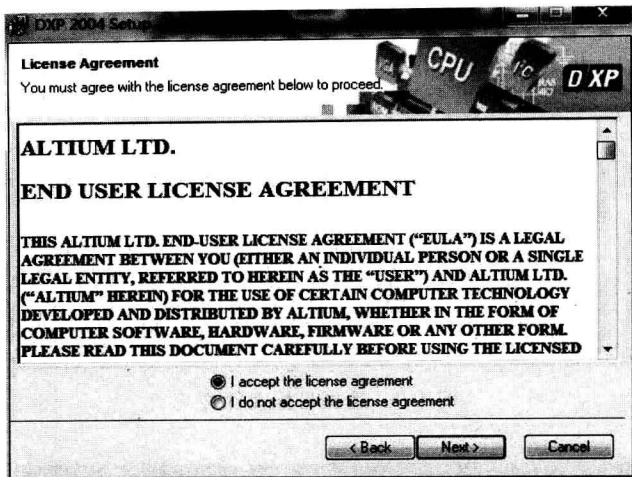

图 1.2 软件许可协议
② 单击 Next 按钮,弹出如图 1.2 所示的软件许可协议窗口,选择 I accept the license agreement 选项。